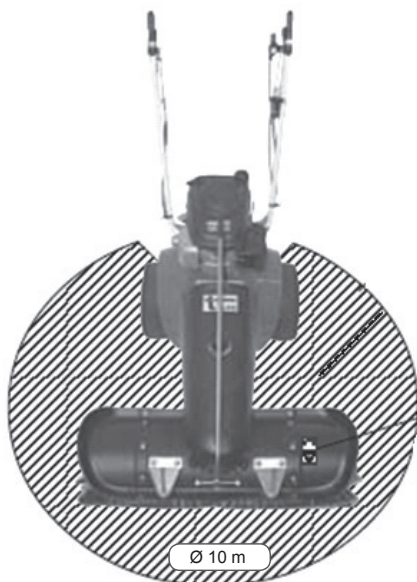

Рис.1
*Всегда соблюдайте безопасную зону эксплуатации во время работы (Рис.1), которая составляет*